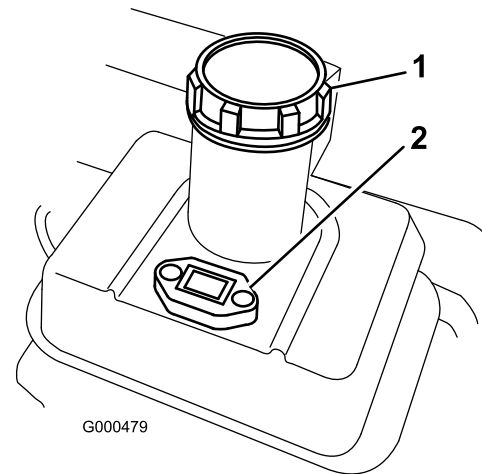

Figura 21
1. Limpie la zona alrededor del tapón del depósito de combustible y retire el tapón (Figura 21). Llene el depósito de gasolina sin plomo hasta que llegue a la parte inferior de la rejilla del filtro. No llene demasiado.